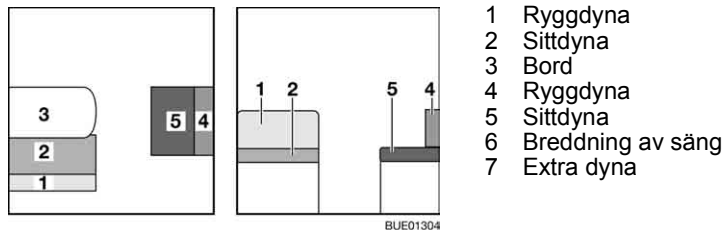

Bild 125 Före ombyggnaden
- Bygg om bordet (Bild 125,3) till sängbotten (se avsnitt 6.11).
- Ta av ryggdynan (Bild 125,1) och lägg dem på bordet.